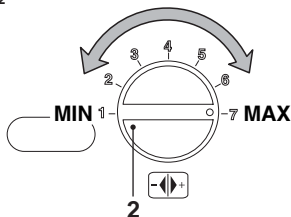

Figura 7.9
- Ruotare la manopola settaggio caldaia 2 al massimo Figura 7.9 e verificare il valore di CO_2 .